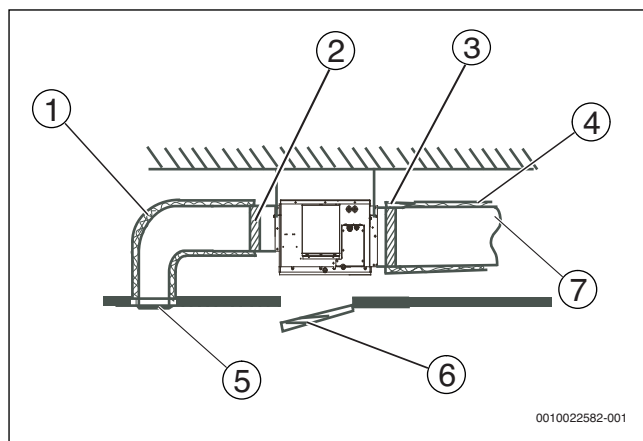

Рис. 20
6. Подсоедините воздуховод, как показано на рис. 20.